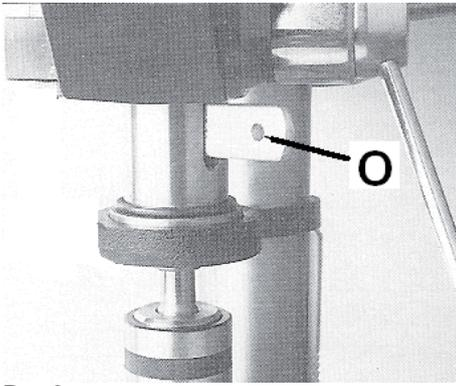

Рис. 3
- Вставте клин (O, Рисунок 3) у паз та легко постукайте по ньому, доки патрон не впаде